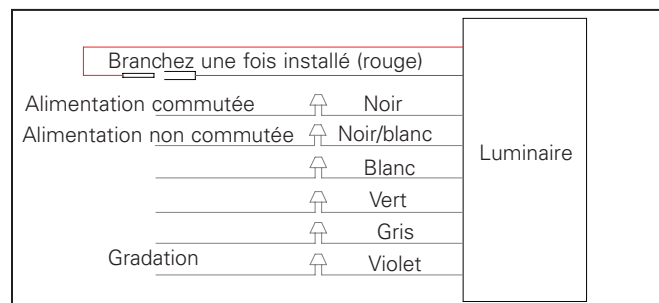

Figure 4B. Bloc-pile de secours
2. Effectuez les connexions selon la figure 4B.